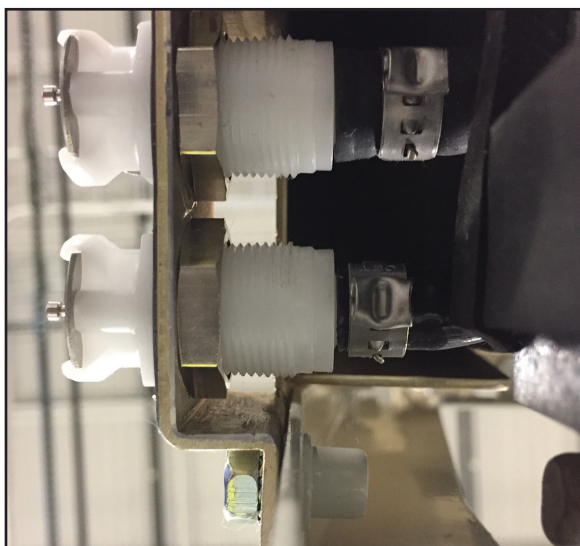

Abb. 8-38 Rückseite der Ablassventile (Schritt 5)
5. Öffnen Sie mithilfe der Spitze eines Flachklingen-Schraubendrehers die Klemmen, mit denen der Schlauch an der Rückseite des Ventils befestigt ist (siehe Abbildung 8-38).